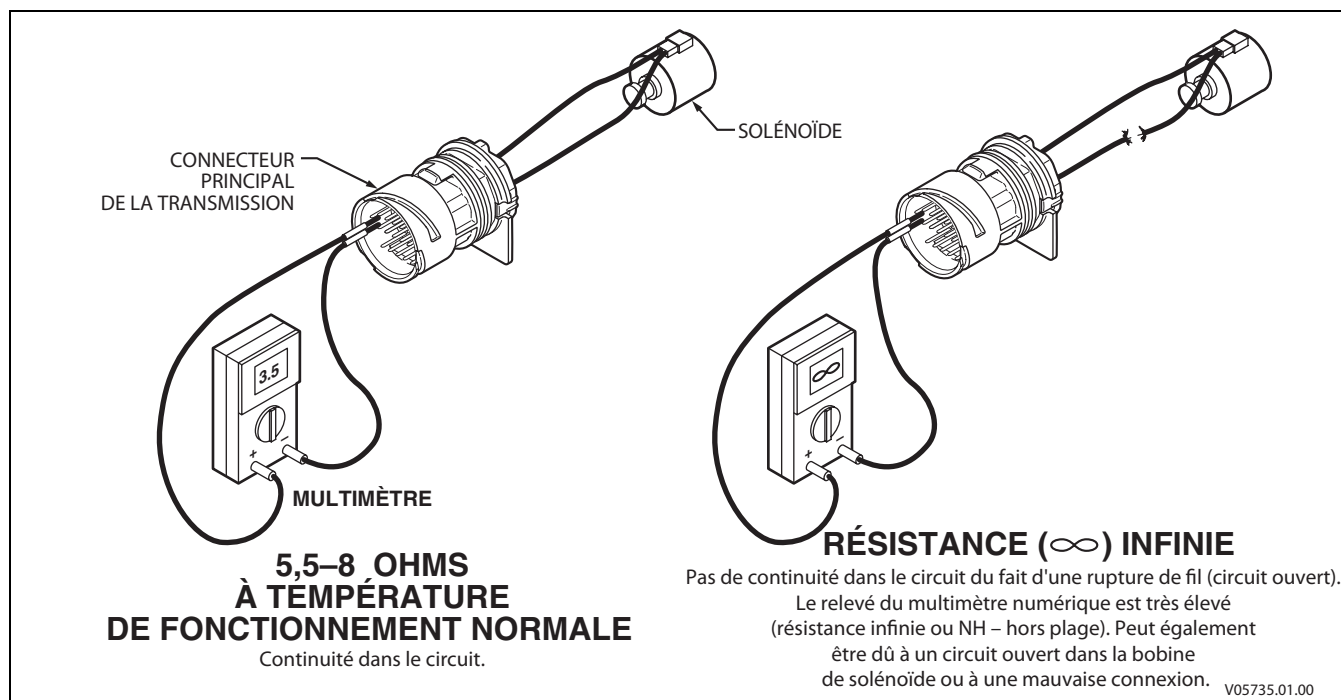
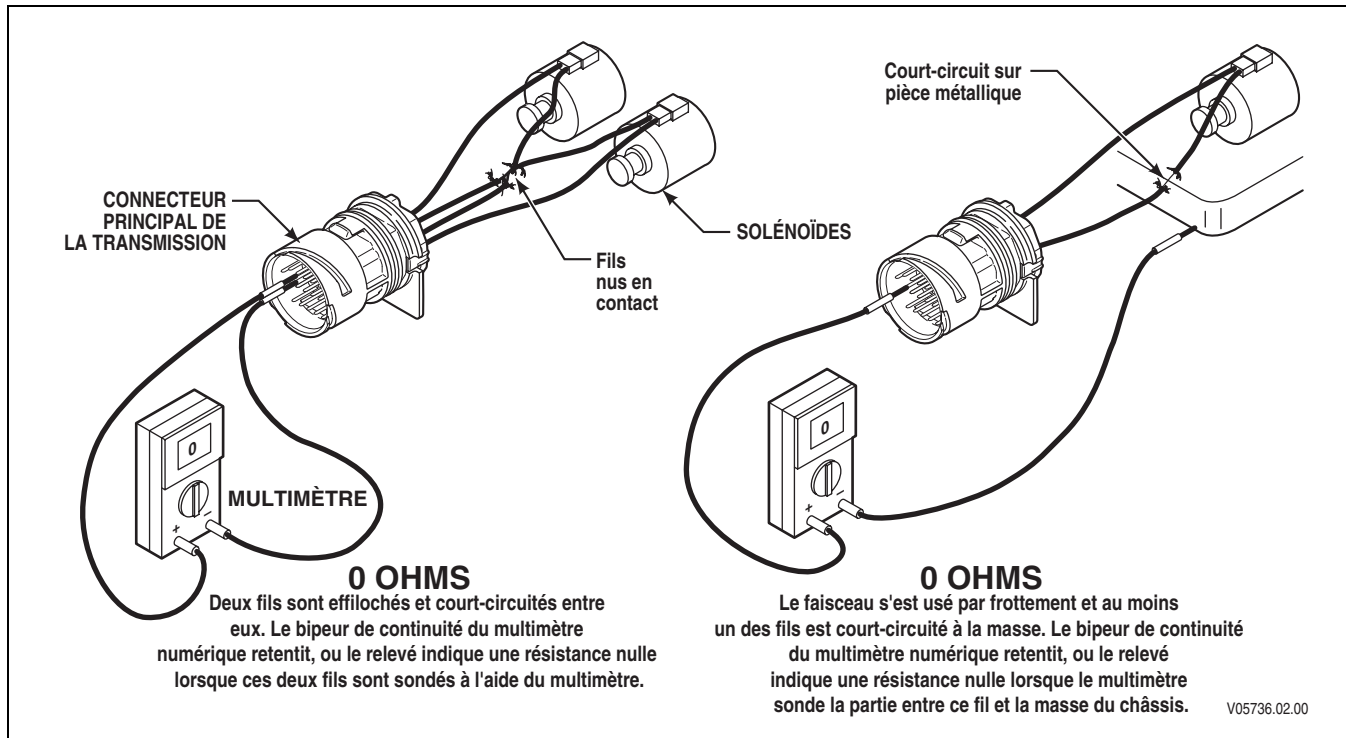

Figure 4-3. Contrôle de la continuité (faisceau interne)
Figure 4-4. Court-circuit entre fils et à la masse (faisceau interne)
3. Si tous les connecteurs sont propres et correctement branchés, déterminez les fils du faisceau à tester. Utilisez le schéma de principe des codes d'anomalie pour localiser les bornes de fils. Dans cet exemple, les codes P2727 et P2729 indiquent un circuit ouvert ou un court-circuit à la masse dans le circuit du solénoïde SRP1 — fils 111 et 155 (Figure 4-3 et Figure 4-4).
- b. Si la résistance est correcte, vérifiez qu'il n'y a pas de courts-circuits entre fils et à la masse dans le faisceau en procédant comme suit (Figure 4-4) :
- (1) Au niveau du connecteur de la transmission, placez une sonde du multimètre numérique sur un fil du circuit testé et l'autre sonde sur chaque borne du connecteur, sur la masse du châssis et sur le carter principal de la transmission. Procédez de la sorte pour les deux fils du circuit testé.